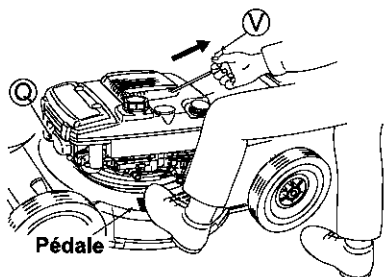

Fig. 12. 7
1 Installez le capuchon de la bougie (Q). (Voir Fig. 12.)
4 Pour démarrer le moteur, placez un pied sur la pédale du carter, tirez doucement sur le la poignée du lanceur (V) et arrêtez temporairement de tirer lorsque vous sentez une certaine résistance de la poignée (Voir Fig. 12.), puis tirez fortement sur la poignée à partir de cette position. Après cela, faites doucement revenir le la poignée du lanceur (V) dans sa position initiale.